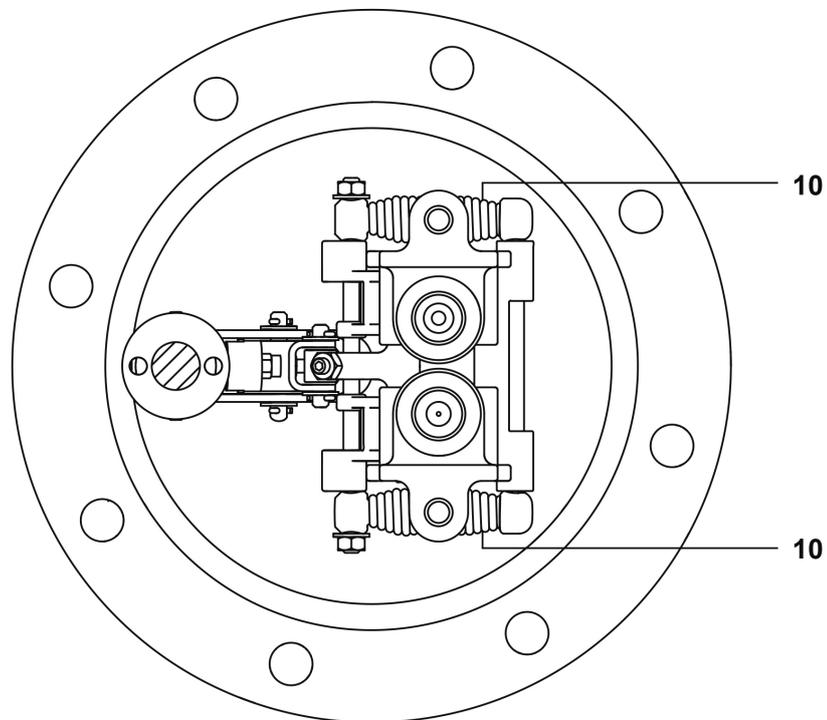

Fig. 13
3. Vérifier visuellement les ressorts (rep 10, Fig. 13). Si défectueux, enlever les goupilles et les rondelles et faire glisser les ensembles ressort des arbres. Remplacer par des nouveaux ensembles de ressort, (voir paragraphe 5e - réglage des ressorts -) et mettre de nouvelles goupilles, de nouveaux écrous et rondelles, en appliquant de l'adhésif Loctite 620 sur les filets de l'arbre.